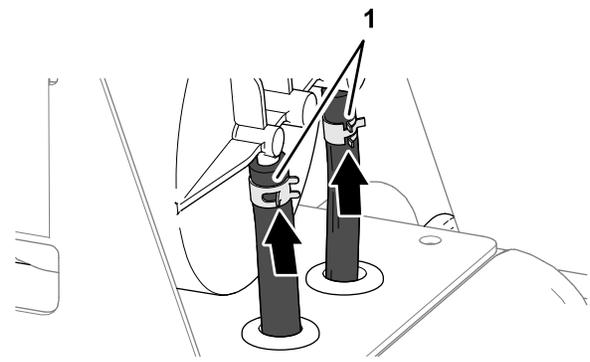

**Figura 86**
1. Monte la tapa en el depósito (Figura 86) con los 4 tornillos (N° 10 x 3/4") que retiró en el paso 2 de Retirada de la tapa de la bomba de combustible (página 65).